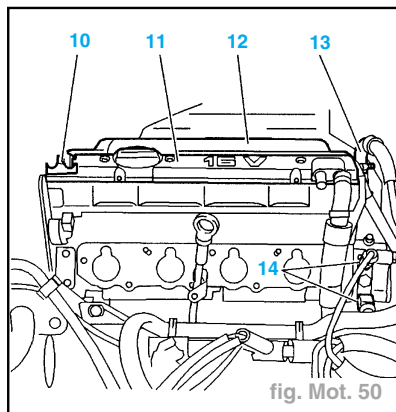

fig. Mot. 50
- capteur position d'arbre à cames (7).
- Déposer la vis (9).
- Déconnecter les sondes de température (14) (figure Mot. 50).